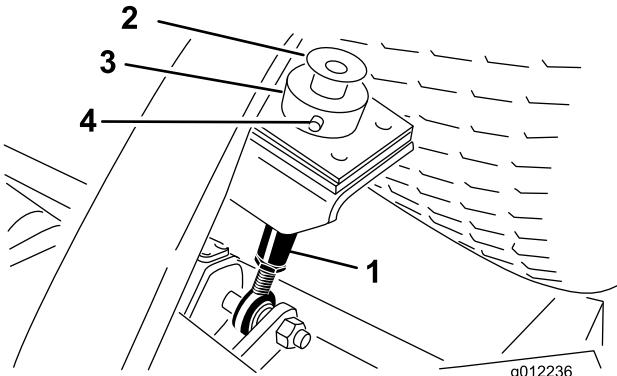

Figure 23
3. Retirez la goupille fendue et l'axe de chape qui fixent la bague de hauteur de coupe à la tige de réglage de hauteur de coupe à l'arrière du plateau de coupe (Figure 23). Retirez la bague de hauteur de coupe.
2. Retirez le boulon et la rondelle en haut de chaque tige de réglage de hauteur de coupe (Figure 23).